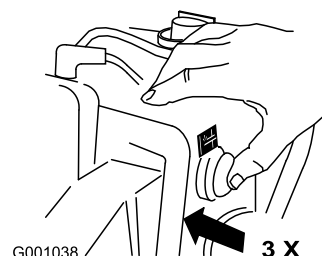

Bild 24
6. Drücken Sie die Kaltstarthilfe dreimal kräftig mit dem Daumen, halten Sie die Kaltstarthilfe jeweils für eine Sekunde gedrückt (Bild 24).